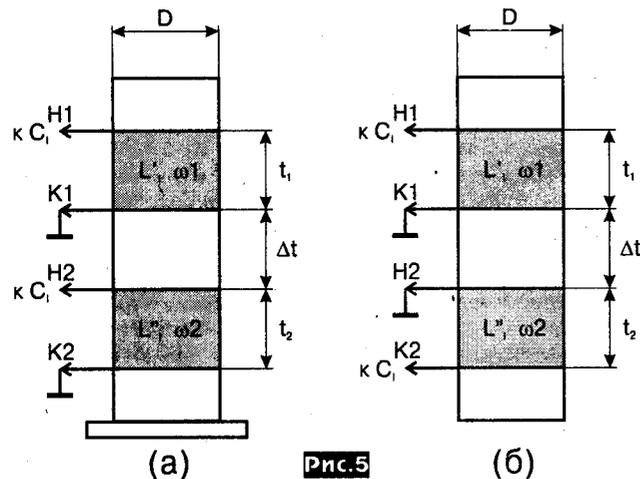

Рис. 5
- наматывается L'_1 (**рис. 5а**) и измеряется L''_1 ;
В качестве каркаса для L'_1 и L''_1 используется корпус одноразового шприца (5 mL), материал которого имеет малые диэлектрические потери, прочен и удобно крепится к плате. Закрепление начала и конца обмотки производится с использованием сквозных отверстий в каркасе, сделанных тонким шилом. Выводы делаются с одной стороны (**рис. 5**) для повышения точности измерений. После изготовления и контрольных измерений в отверстия каркаса вносится по капле клея «Секунда» для сохранения жесткости намотки.
Выбираем $D = 13$ мм, $\omega_1 = \omega_2 = 55$ витков, провод ПЭВ-1, $d_M = 0,23$ мм, $d_{из} = 0,27$ мм, $t_1 = t_2 = 14$ мм, $\Delta t = 2$ мм (**рис. 5а**). Для несогласного включения обмоток: направление намотки одинаковое, схема **рис. 1а**, включение выводов **рис. 5а**. Для согласного включения обмоток: направление намотки одинаковое, схема **рис. 1б**, включение выводов обмотки ω_2 как на **рис. 5б**.